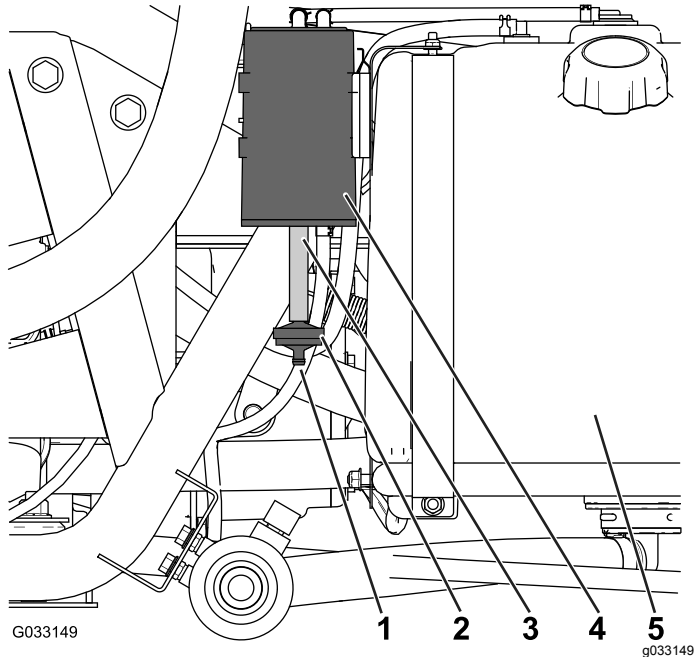

Figura 42
Controllate l'apertura alla base del filtro dell'aria nel canister a carboni attivi per accertare che sia pulito e privo di detriti e ostruzioni (Figura 42).
1. Rimuovete il raccordo dentellato del filtro del canister a carboni attivi dal flessibile alla base del canister stesso e rimuovete il filtro (Figura 42).